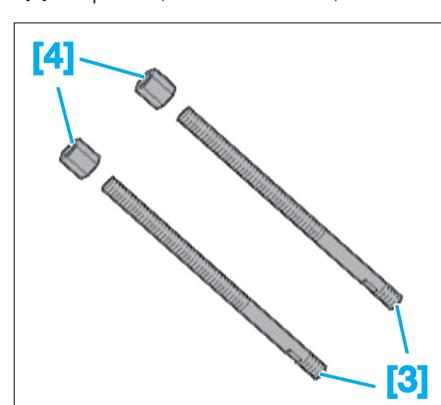

Fig. 5
- [3]. Tirant de rechange (réf : FACOM U 53 RL) (Fig.5)